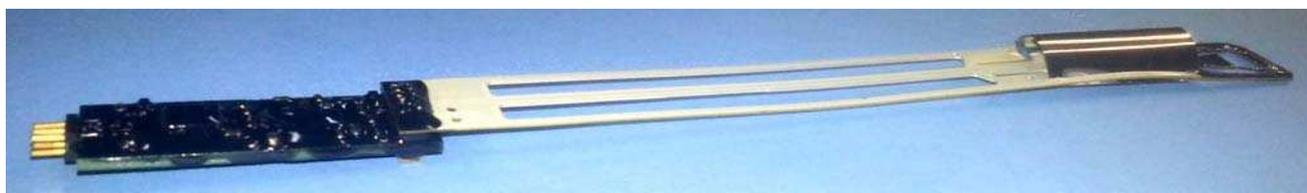

Рис. 3. Чувствительный элемент радиозонда (лицевой стороной вверх)
3. Подключить чувствительный элемент в разъем X4 лицевой стороной вверх (см. **Рис. 3**).